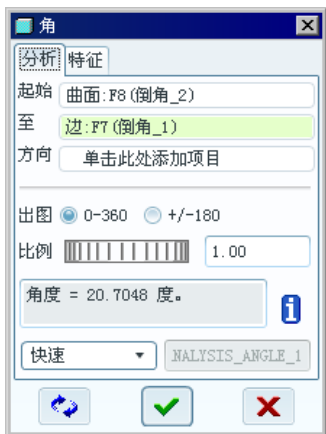

图 8.1.15 “角”对话框
Step5. 测量线与面间的角度。在图 8.1.15 所示的“角”对话框中打开[分析]选项卡，进行下列操作：
- (3) 在图 8.1.15 所示的[分析]选项卡的结果区域中，可查看测量的结果。